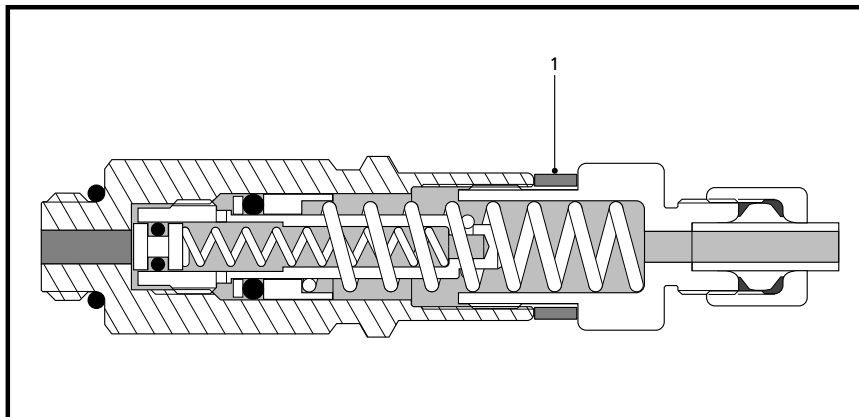

Abbildung 7.3 Dosiergerät in Ausgangsposition
Abbildung 7.3 zeigt ein neues Dosiergerät. Ein Dosiergerät, das noch nicht mit Fett gefüllt ist. Die gekennzeichnete Komponente (1) ist der Abstandsring, der den Fettertrag des Dosiergeräts bestimmt (siehe Abschnitt 7.1).
Das Fett wird über die Hauptleitung und den Verteilerblock in den Kanal (1) des Dosiergeräts gepumpt. Unter dem Einfluss des Drucks des Fettes wird der Kolben (4) bis über den Kanal (2) hinaus nach innen gedrückt. Das Fett füllt jetzt Kammer (3) und drückt den Kolben (5) nach rechts. Die Hublänge des Kolbens (5) legt die Fettmenge fest, die durch die sekundäre Leitung zur Schmierstelle transportiert wird. Diese Hublänge wird ebenso wie der Inhalt der Kammer (3) durch die Anzahl und die Dicke der Ringe bestimmt (Abbildung 7.3/1).